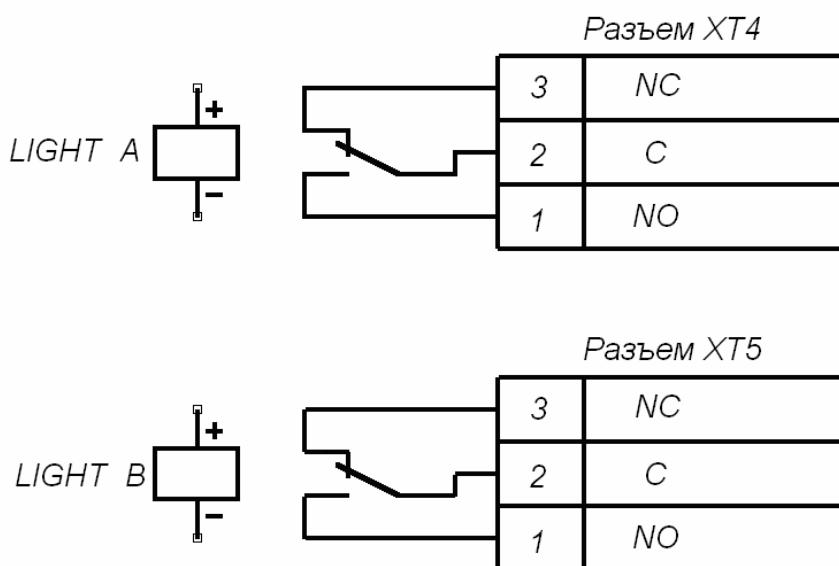

Рисунок 7 Выходные каскады для Light A и Light B
5.9.6 Выносные индикаторы подключаются на клеммные колодки *XT4* (*Light A*) и *XT5* (*Light B*). При этом реле *Light A* (*Light B*) активизировано (на его обмотку подано напряжение), когда горит соответствующая данному направлению прохода зеленая стрелка на блоке индикации, и нормализовано (на его обмотку напряжение не подано), когда соответствующая данному направлению прохода зеленая стрелка на блоке индикации не горит. Факт срабатывания/отпускания реле *Light A* и *Light B* можно определить по загоранию/гашению красных индикаторов, которые установлены вблизи указанных реле (см. рисунок 2). Выходные каскады для *Light A* и *Light B* – перекидные контакты реле (см. рисунок 7) со следующими характеристиками сигналов: